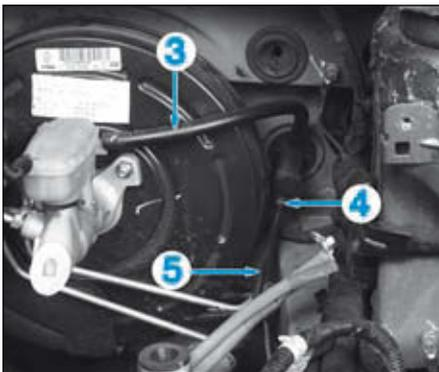

FIG.7
- Déposer le tuyau d'alimentation (3) de l'émetteur d'embrayage du réservoir du liquide de frein (Fig.7).
- Tirer d'un cran l'agrafe (4) de la canalisation (5) de l'émetteur d'embrayage.